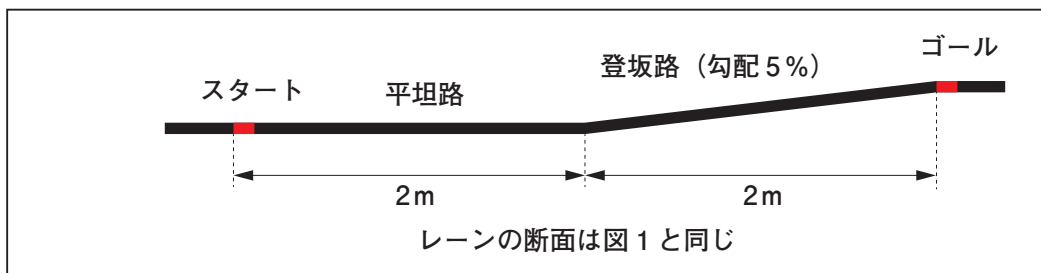

図2 決勝レースのレーン (側面図)
- ② 決勝レースのレーンの仕様は, 平坦路と登坂路からなる(図2)。